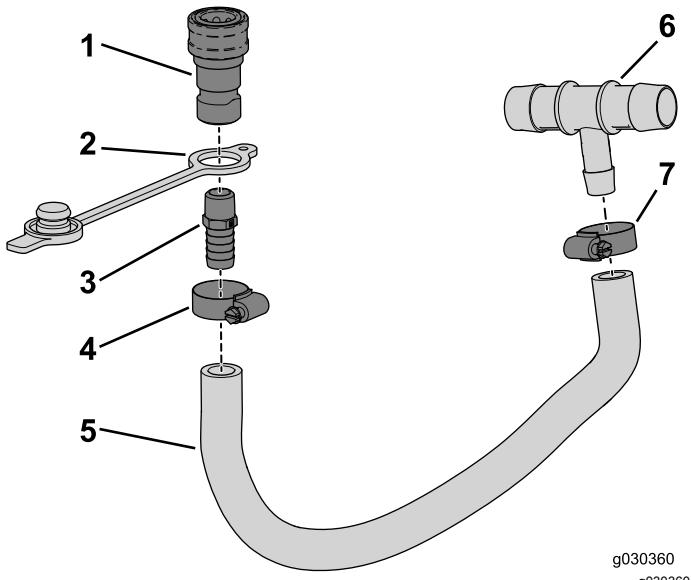

Figure 9
2. Placez le bouchon protecteur sur l'extrémité filetée du raccord droit (Figure 9).
3. Vissez le raccord droit (3/8 NPT x 0,625 cannelé) dans le raccord femelle (Figure 9).
6. Insérez l'extrémité cannelée de l'ensemble dans le flexible et fixez-le avec le collier (1/2 à 1-1/4"), comme montré à la Figure 9.
7. Insérez l'extrémité cannelée du raccord en T dans le flexible et fixez-le avec le collier (1/2 à 1-1/4"), comme montré à la Figure 9.
1. Retirez les obturateurs qui protègent les trous dans le tube de support (Figure 9).